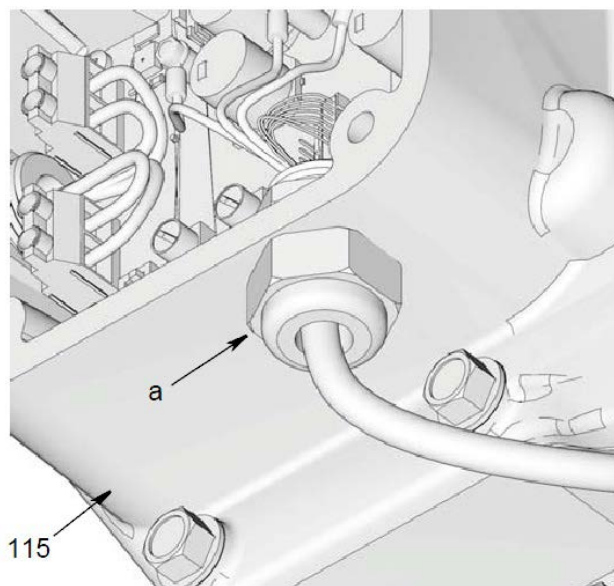

Рис. 48
8. Освободите сливное отверстие (а) с помощью монтажного ключа, отсоедините жгут проводов от корпуса (рис. 48).